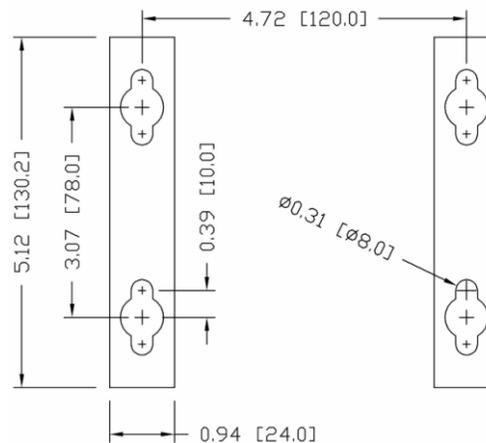

Figura 2-11: Dibujo del patrón de orificios de montaje
Marque la posición de los orificios de montaje en la pared según las dimensiones mostradas en la Figura 2-11 en pulgadas y [mm] o sosteniendo la terminal sobre la superficie y marcando los orificios a través de los soportes.
8. Retroceda cada perno lo suficiente para dejar espacio de manera que la parte central superior de su cabeza y la arandela plana se inserten en uno de los orificios ranurados de los soportes de montaje (vea Figura 2-9, Figura 2-11).
6. Retroceda los pernos lo suficiente para permitirles junto con sus arandelas insertar su parte central superior en uno de los orificios ranurados de los soportes de montaje (vea Figura 2-9, Figura 2-11).
Instale el tornillo y la arandela, dejando una abertura suficiente para alojar el orificio ranurado del soporte (vea Figura 2-9, Figura 2-11).